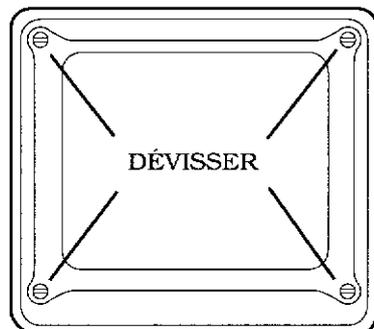

FIG. 7
- Après avoir retiré la face avant, retirer les 4 vis de fixation du tube (FIG.7).